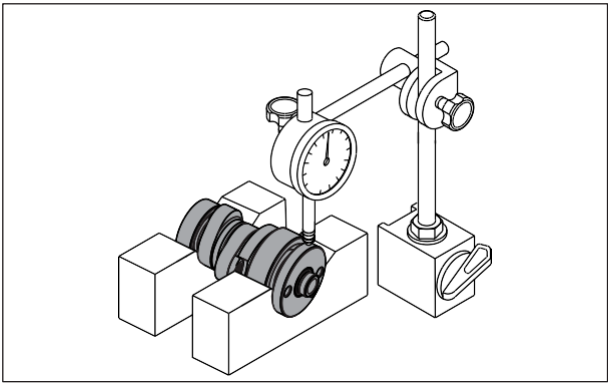

Fig. 3.70
- Mida la desviación del eje con un comparador de caratula. Reemplace el eje de levas por uno nuevo si el valor medido excede el límite de servicio. (Fig. 3.70)